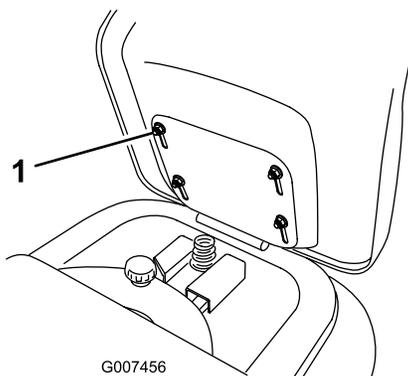

Bild 5
1. Heben Sie den Sitz an und lösen Sie die vier Schrauben (Bild 5).